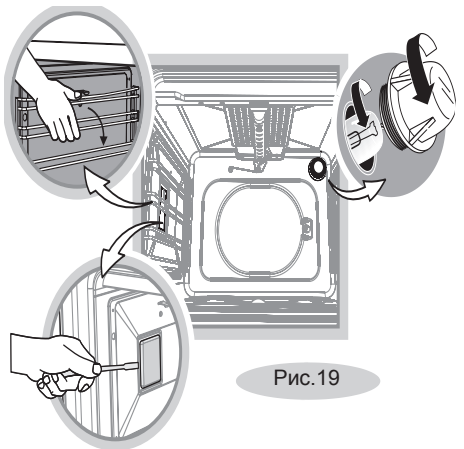

Рис. 19
- Откройте стеклянный плафон (рис. 19).
- Плафон боковой подсветки, при наличии, снимается с небольшим усилием. (рис. 19).